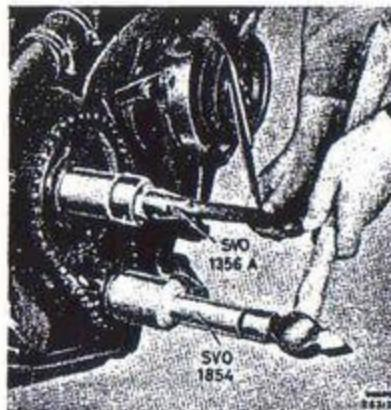

Bild 44. Montering av transmissionskedja och drev.
**OBS!** Kedjan läggs på med rätt rotationsriktning enl insfanson pil. För att underlätta monteringen kan man använda pressverktyg SVO 1356 A (bild 44) för kamaxeldrevet och dorn SVO 1854 för vevaxeldrevet vid monteringen.